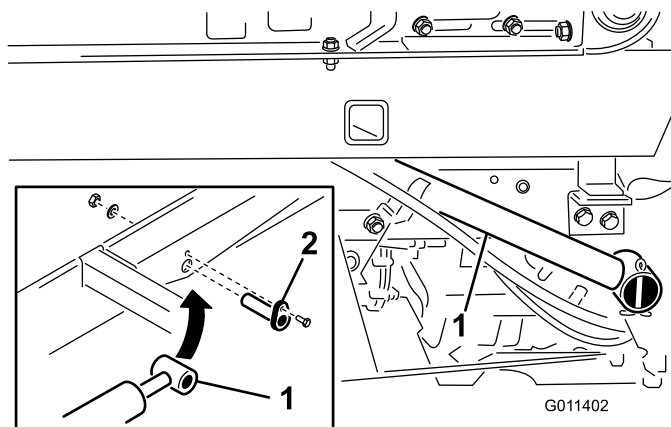

Figura 12
1. Sujete el extremo del émbolo de cada cilindro de elevación a la base de la recebadora con un pasador de cilindro (Figura 12).
2. Fije cada pasador de cilindro a la base de la recebadora con un tornillo ($\frac{1}{4}$ " x $\frac{3}{4}$ "), una arandela plana y una tuerca (Figura 12).